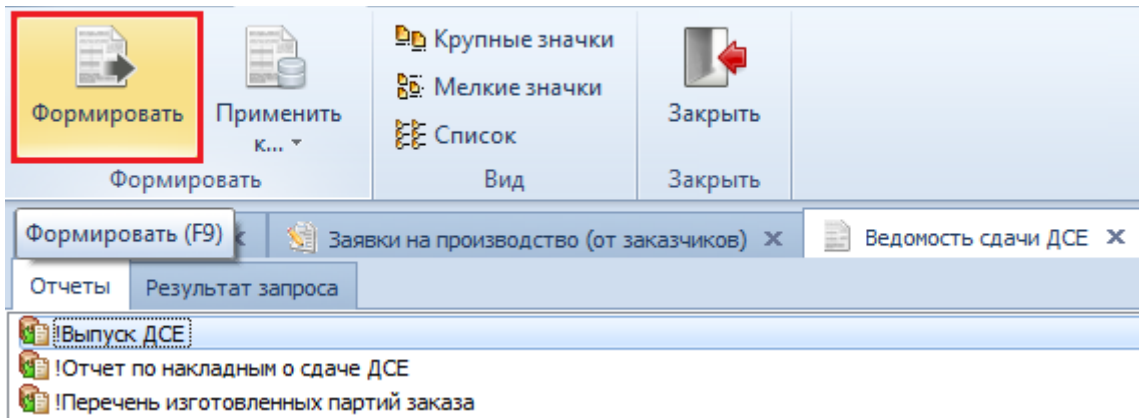

Рисунок 18. Кнопка "Формировать" на панели инструментов
2.7. На панели инструментов нажать кнопку *Формировать* (рис. 18).